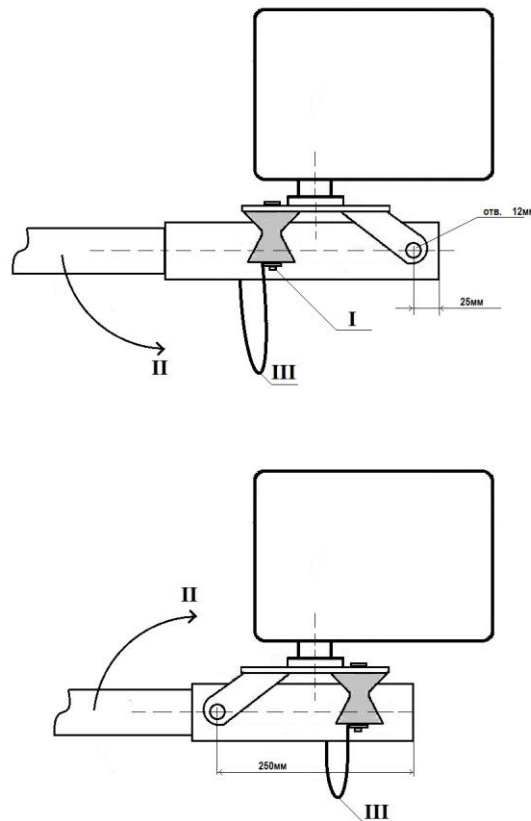

Рисунок 2
2. Перед установкой стрелы в узел необходимо просверлить отверстие $\text{Ø}12\text{мм}$ под ось, на которой стрела будет поворачиваться при ударе (см. Рис.2)